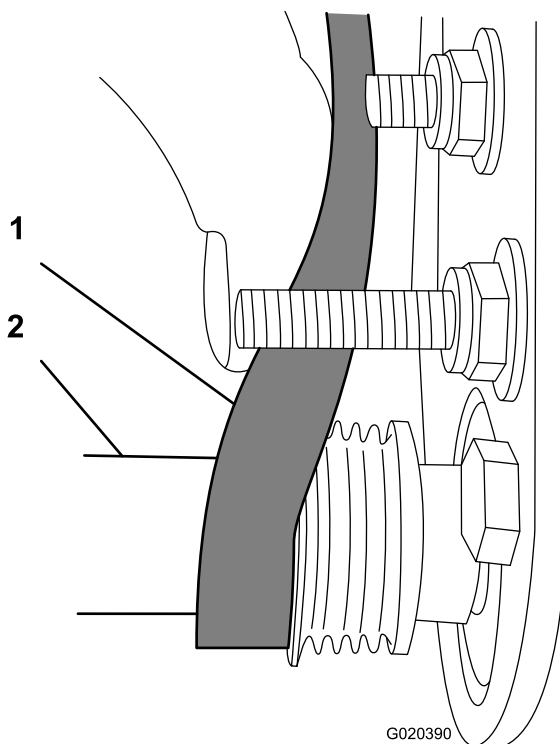

**Figura 24**
- A. Avvolgete la cinghia intorno alla puleggia motrice e successivamente intorno alla parte superiore della puleggia tendicinghia (Figura 24).
- B. Avviate la cinghia sulla puleggia condotta (Figura 24).